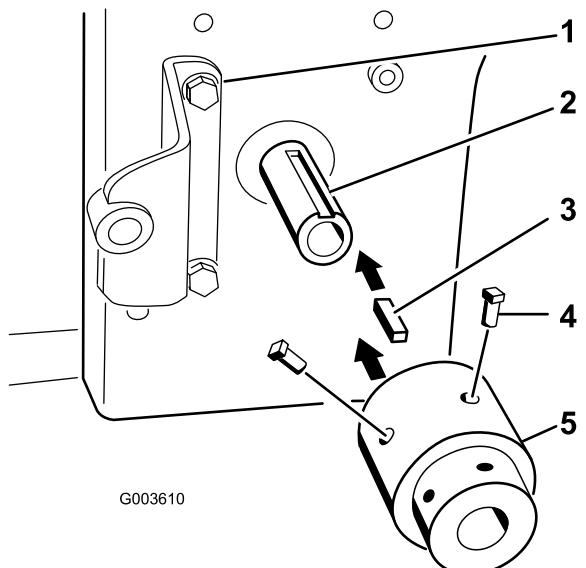

Bild 19
6. Setzen Sie den Vierkantschlüssel (1/4" x 1") in den Schlitz in der Motorzapfwelle ein (Bild 19).
7. Fluchten Sie den Hub mit dem rechteckigen Schlüssel aus und montieren Sie ihn an der Motorzapfwelle (Bild 19).
8. Schmieren Sie die zwei Stellschrauben (5/16" x 3/4") mit entfernbarem Gewindesperrmittel ein und setzen Sie sie in die Nabe ein, um ihn an der Zapfwelle zu befestigen (Bild 19).